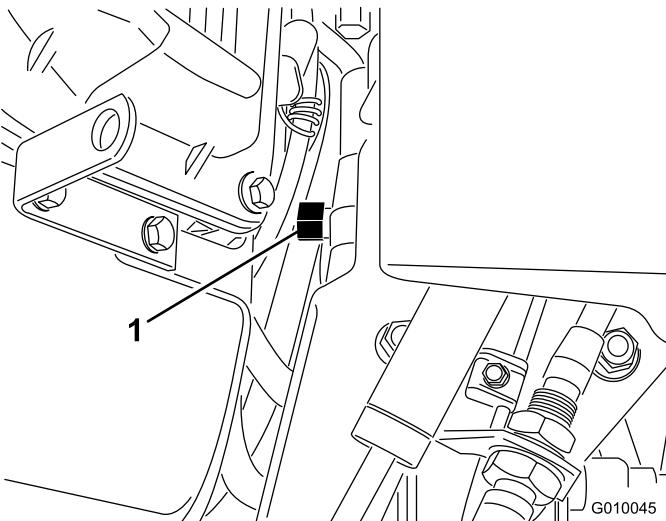

Figura 30
- Collocate la valvola di bypass tra il motore e la pompa idrostatica (Figura 30).
- Con una chiave fissa da 5/8 pollice fate compiere 1 giro in senso antiorario alla valvola di bypass. Il fluido idraulico bypassa quindi la pompa, consentendo alle ruote di girare (Figura 30).
5. Per utilizzare nuovamente l'arieggiatore fate compiere 1 giro in senso orario alla valvola di bypass (Figura 30).